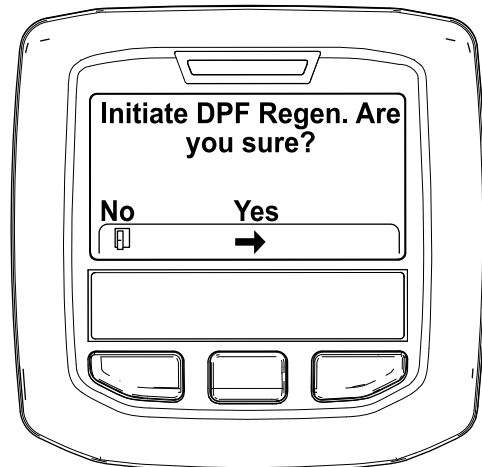

Bild 46
4. Wenn die Meldung „Initiate DPF Regen. Are you sure?“ Angezeigt wird, drücken Sie die mittlere Taste (Bild 46).